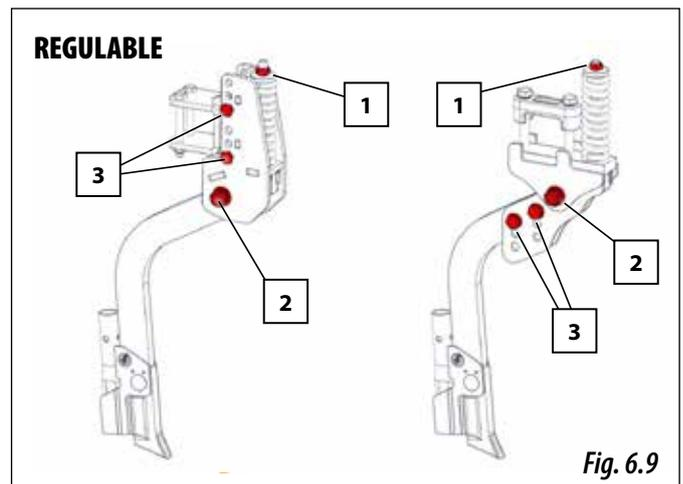

Fig. 6.9
Para regular la presión que ejercerá el brazo sobre el terreno debe actuar sobre la tuerca del muelle (1, Fig. 6.9).
Estos brazos están sujetos al soporte mediante un tornillo especial SOLÀ (2, Fig. 6.9) provisto de tuerca autoblocante, que al actuar sobre la misma se controla la holgura del brazo. Estos brazos son regulables en profundidad individualmente, permitiendo bajar los brazos para regular su altura, para ello:
- 1- Sacar los tornillos y tuercas (3, Fig. 6.9).
- 3- Introducir los tornillos y tuercas en el nuevo alojamiento (3, Fig. 6.9).